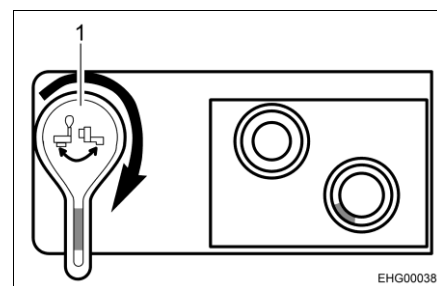

Bild 85 Avtappningsventil, öppen
- Öppna avtappningskranen. Vrid avtappningsventilens spak medurs med 90° (se Bild 85,1).